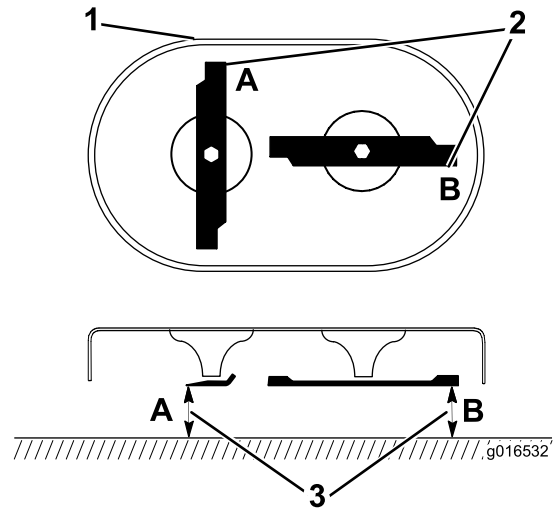

Figure 35
1. Faites tourner les lames jusqu'à ce qu'elles soient dans la position indiquée à la Figure 35.
2. Mesurez la distance entre une surface plane et le tranchant aux points **A** et **B**, (Figure 35), et notez les deux dimensions.